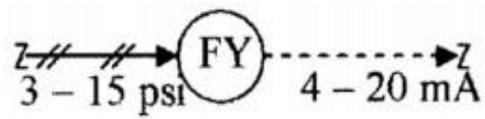

Figura 2
- 7) Descreva o símbolo mostrado na Figura 2 abaixo: